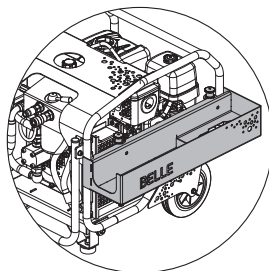

рис. 4
5. Повернуть лоток для инструмента вверх, чтобы вытяжные фиксаторы оказались над пазами сверху бокового щитка. Отпустить рукоятки вытяжных фиксаторов, чтобы зафиксировать лоток на месте (**см. рис. 4**)